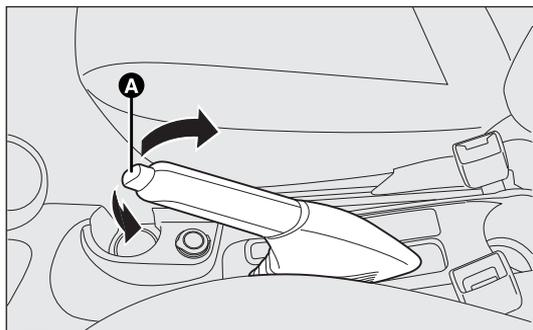

fig. 126
- soulever légèrement le levier et appuyer sur le bouton de déblocage A-fig. 126 ;